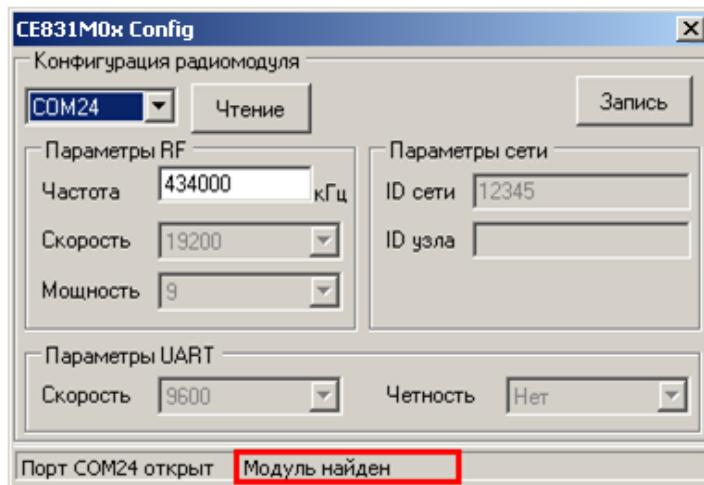

Рисунок 33 – Стока статуса после установления связи с радиомодулем
5.3.3.4.15 Подать питание на счетчик, при этом в строке статуса должна появиться надпись «Модуль найден» (см. рисунок 33). В случае если модуль не найден, проверить правильность подключения модуля к ПК, отключить питание счетчика и повторно подать.
5.3.3.4.16 После того, как связь с радиомодулем счетчика установлена, частоту радиоканала радиомодуля можно изменить (если требуется). Для этого необходимо ввести новое значение частоты в соответствующее поле ввода (см. рисунок 33).